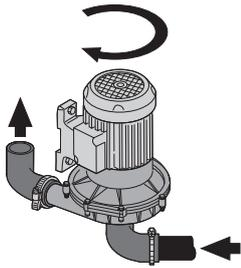

fig. 2
- 2) Accendere la lavapentole premendo il tasto (B) (vedi par. 2). Il relativo led verde si illuminerà.
- 5) È già possibile verificare la corretta rotazione delle pompe premendo il tasto START, poiché, essendo trifasi, possono girare in senso contrario. Oltre alla freccia per l'orientamento lo si può percepire anche da un eccessivo rumore durante il ciclo lavaggio (vedi fig. 2).